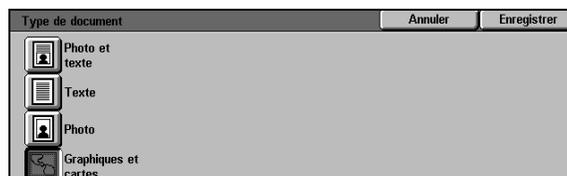

Figure 11 : Option Graphiques et cartes sélectionnée
- 2 Sélectionnez **Graphiques et cartes** pour accéder à l'écran de paramétrage illustré à la figure 11.